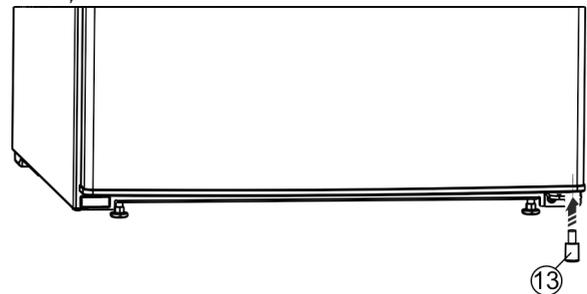

Fig. 26 \*
- ▶ Remontați distanțierul Fig. 26 (13) în partea inferioară dreaptă a ușii, deoarece este important pentru stabilitatea aparatului.\*